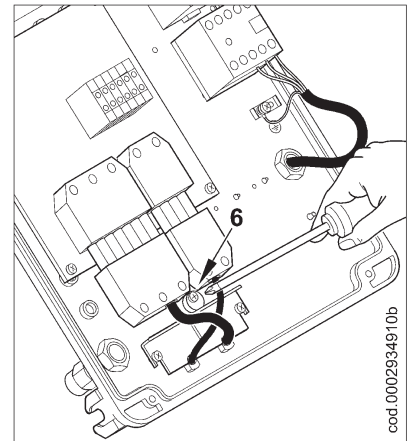
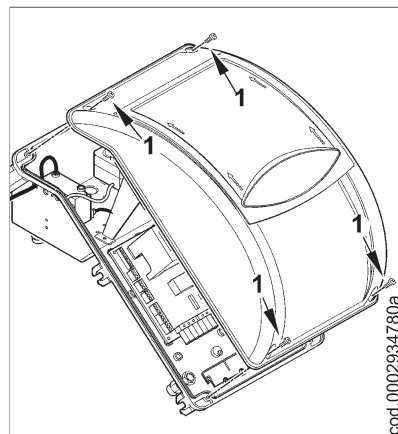
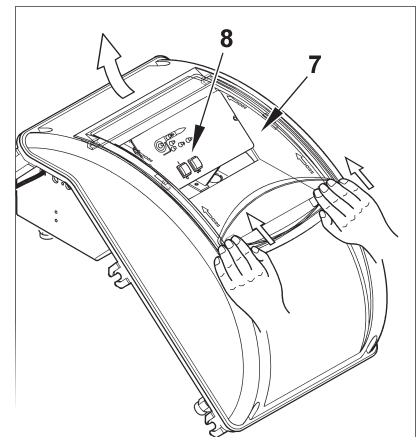

Figura 3
Figura 1
Figura 4
- 1) Quitar la tapa quitando los 4 tornillos (1) de la figura 1, sin quitar la tapita transparente. De esta manera se puede acceder al cuadro eléctrico del quemador.
- 2) Aflojar los tornillos (2) y después de haber quitado la plaquita que aprieta los cables (3), pasar las dos clavijas de 7 y 4 polos (véase la figura) por el agujero. Conectar los cables de alimentación (4) al telerruptor, fijar el cable de tierra (5) y apretar el sujetacables en cuestión.
- 3) Volver a poner la plaquita sujeta cables como indica la figura 3. Girar la excéntrica (6) de manera que la plaquita ejerza una adecuada presión en los dos cables y luego apretar los tornillos que sujetan la plaquita. Por último conectar las dos clavijas de 7 y 4 polos.
- 4) Para volver a cerrar la tapa del cuadro eléctrico, poner los 4 tornillos (1) ejercitando un par de apriete de aproximadamente 5 Nm para asegurar una correcta hermeticidad. Ahora, para acceder al panel de mandos (8), desenganchar la tapita transparente
(7), y con una ligera presión con las manos en la dirección que indican las flechas de la figura 4, hacer que se deslice un poco y separarla de la tapa.